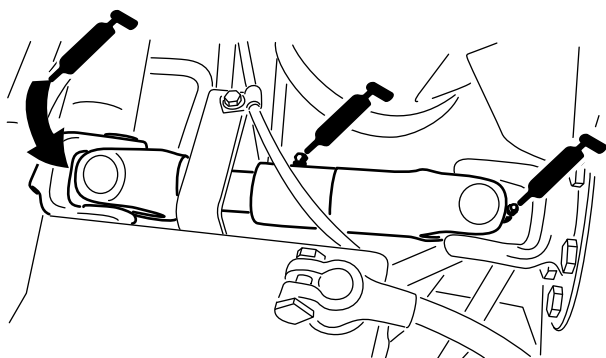

Рисунок 27
- Универсальный шарнир приводного вала насоса (3) (Рисунок 27)